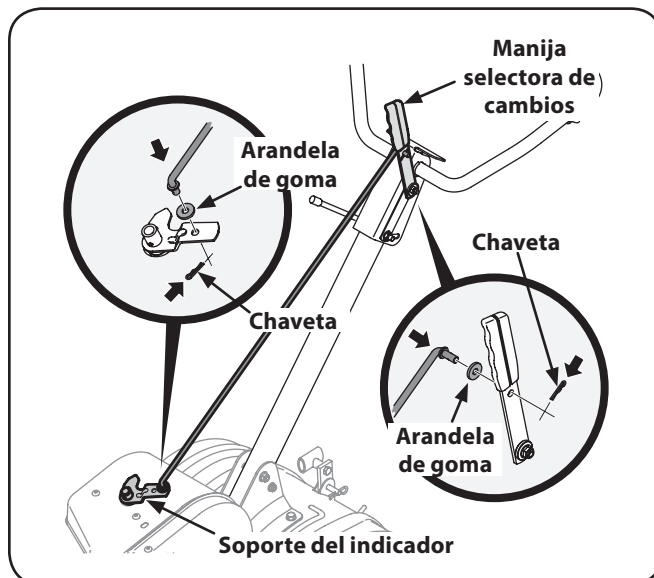

Figura 3-7
4. Inserte el extremo más largo de la varilla de control en el orificio de la manija selectora de cambios y asegure con un broche de horquilla. Vea la Figura 3-7.